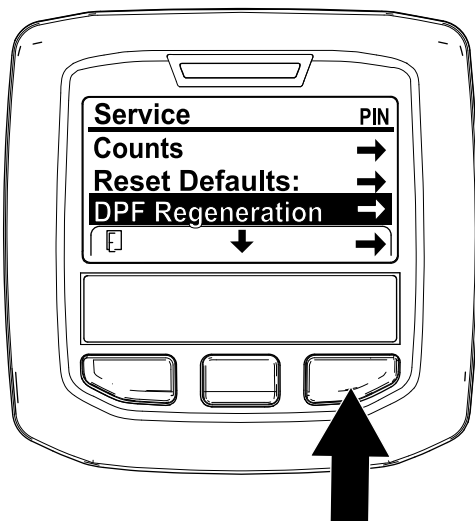

Figura 35
- Accedete al menu Service e premete il pulsante centrale per scorrere il menu verso il basso fino all'opzione DPF REGENERATION ((Rigenerazione FAP) (Figura 35).
- Premete il pulsante destro per selezionare la voce DPF Regeneration (Figura 35).